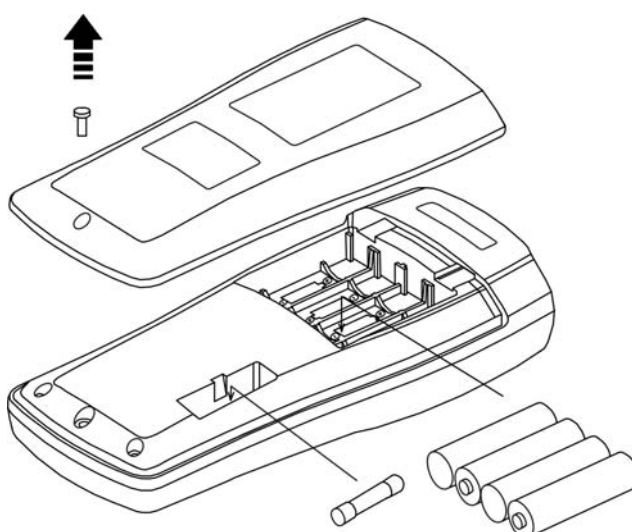

Fig. 11: Sostituzione batterie e fusibile interno
3. Rimuovere le batterie e inserirne altrettante dello stesso tipo (vedere § 6.1.3) osservando la corretta polarità e riposizionare il vano batteria (vedere Fig. 11). Usare gli appositi contenitori per lo smaltimento delle batterie